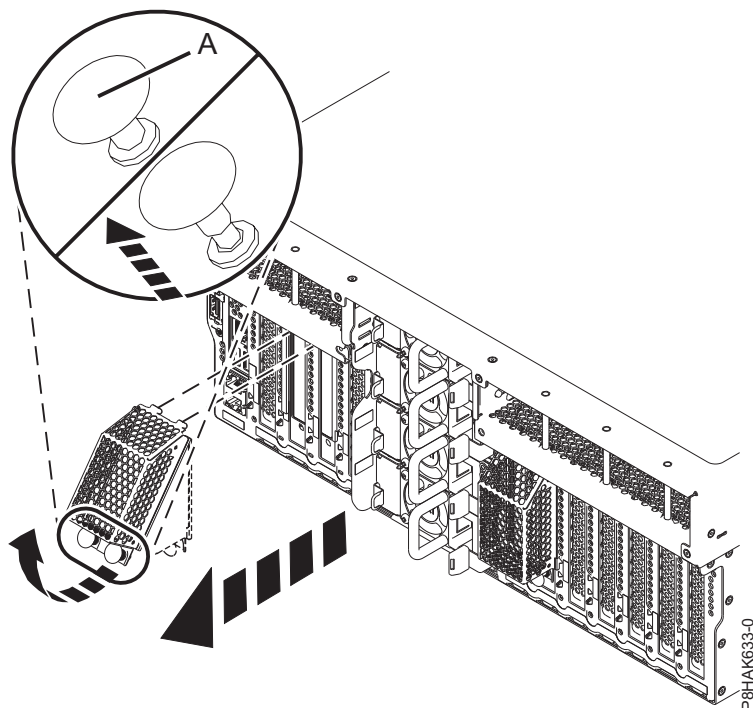

Figura 33. Remover a blindagem protectora do adaptador GPU
- a. Puxe o botão de bloqueio (A) para a posição de aberto, como é apresentado em Figura 33 na página 38.
- c. Segurando na blindagem protectora, rede a blindagem na direcção apresentada na Figura 33 e, em seguida, afaste a blindagem da antepara posterior.